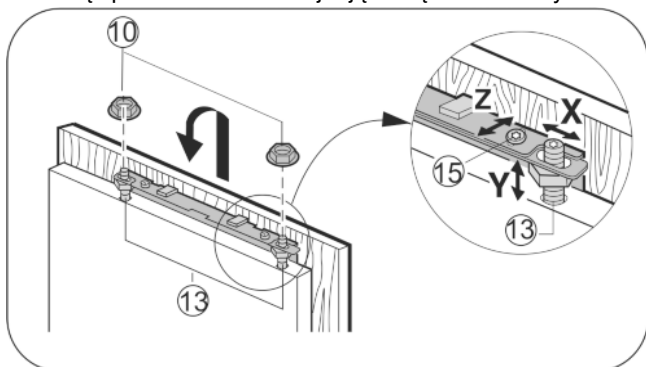

Fig. 27
- ▶ Zawiesić drzwi meblowe na sworzniach regulacyjnych Fig. 27 (13) i lekko nakręcić nakrętki zabezpieczające Fig. 27 (10) na swornie regulacyjne.
- ▶ Ustawianie drzwi meblowych na wysokość Y i pochylenie boczne: za pomocą śrubokrętu ustawić sworznie regulacyjne Fig. 27 (13).
- ▶ Dokręcić nakrętki zabezpieczające Fig. 27 (10).